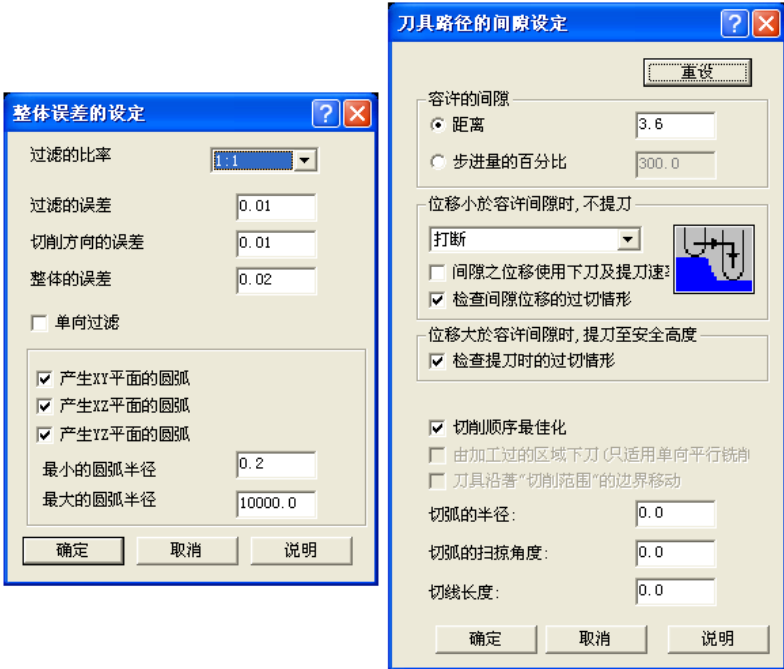

图 5-23 整体误差与间隙设定
16) 选择“曲面精加工一流线”，从刀库中选择  $\phi 6R3$  球刀，在“刀具参数”选项卡中输入进给率：400、下刀速率：200、提刀速率：2000、主轴转速：3000，冷却液：喷油。在“曲面加工参数”选项卡中输入参考高度：30.0、进给下刀位置：3.0，点选“增量坐标”，设定加工的曲面/实体预留量：0.0，干涉的曲面/实体预留量：0.0，加工面和干涉面的选取与步骤 5) 相同；在“曲面流线精加工参数”选项卡中，截断方向的控制点选“距离”，设定为 0.2，其余默认，如图 5-22 所示；单击“整体误差”按钮，选择过滤的比率为 1:1，设定整体误差 0.02，如图 5-23 左图所示；单击“间隙设定”按钮，点选容许的间隙为“距离”，勾选“切削顺序最佳化”，其余默认，如图 5-23 右图所示。